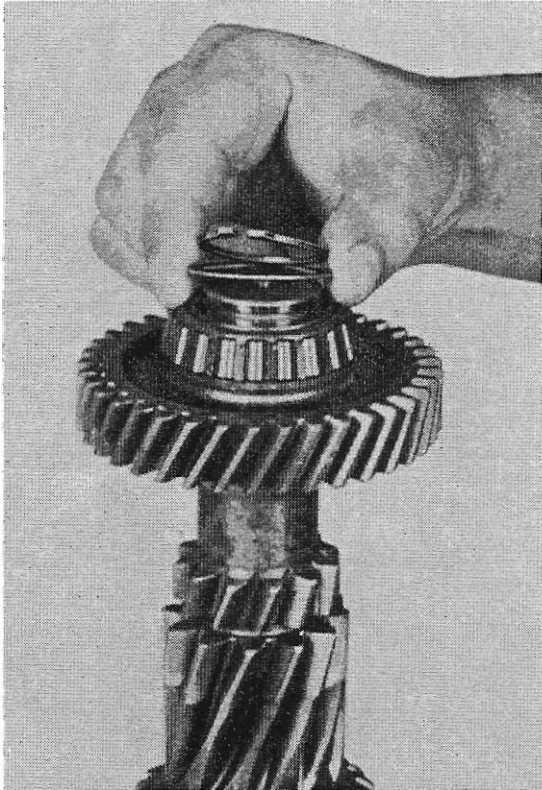

Abb. 30
Zahnräder (305, 307 und 309) auf 140 bis 180° C erhitzen. 180° C nicht überschreiten! Gefahr der Gefügeänderung! 3. Gangrad (307) mit der glatten Seite zuerst aufpressen. Sicherungsring (306) einfedern. Zahnrad konstant (305) mit der längeren Nabe zuerst auf die Vorgelegewelle pressen. 5. Gangrad (309) auf der Abtriebsseite der Welle ebenfalls mit der längeren Nabe zuerst aufpressen. Auf beide Seiten der Welle je 1 Kegelrollenlager bis zur Anlage an den Zahnrädern pressen (großer ϕ der Kegelrollenlager jeweils innen). Ebenfalls auf beiden Seiten so viele Ausgleichsscheiben (302) vor die Lager legen, daß die Seegerringe (301) stramm in den Radialnuten der Vorgelegewelle sitzen. Seegerringe einfedern (Abb. 30).